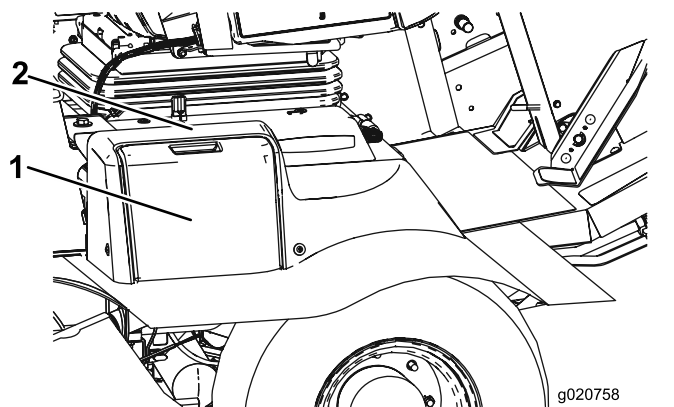

Рисунок 61
1. Откройте крышку аккумуляторной батареи сбоку на кожухе (Рисунок 61).
Примечание: Нажмите на плоскую поверхность над крышкой аккумуляторной батареи, чтобы облегчить снятие крышки (Рисунок 61).